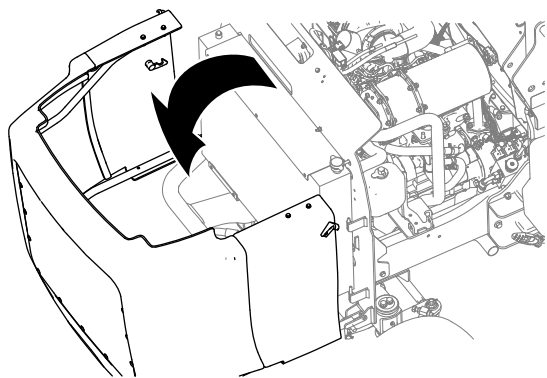

Figura 65
5. Destranque e abra o capot (Figura 65).